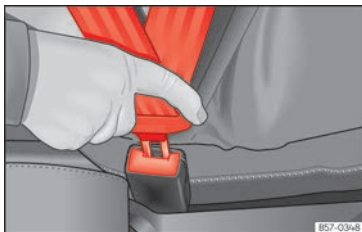

Abb. 21 Schlosszunge des Sicherheitsgurts in das Gurtschloss einstecken.
- Schlosszunge fest in das zum Sitzplatz gehörende Gurtschloss stecken >>> **(Abb. 21)**.